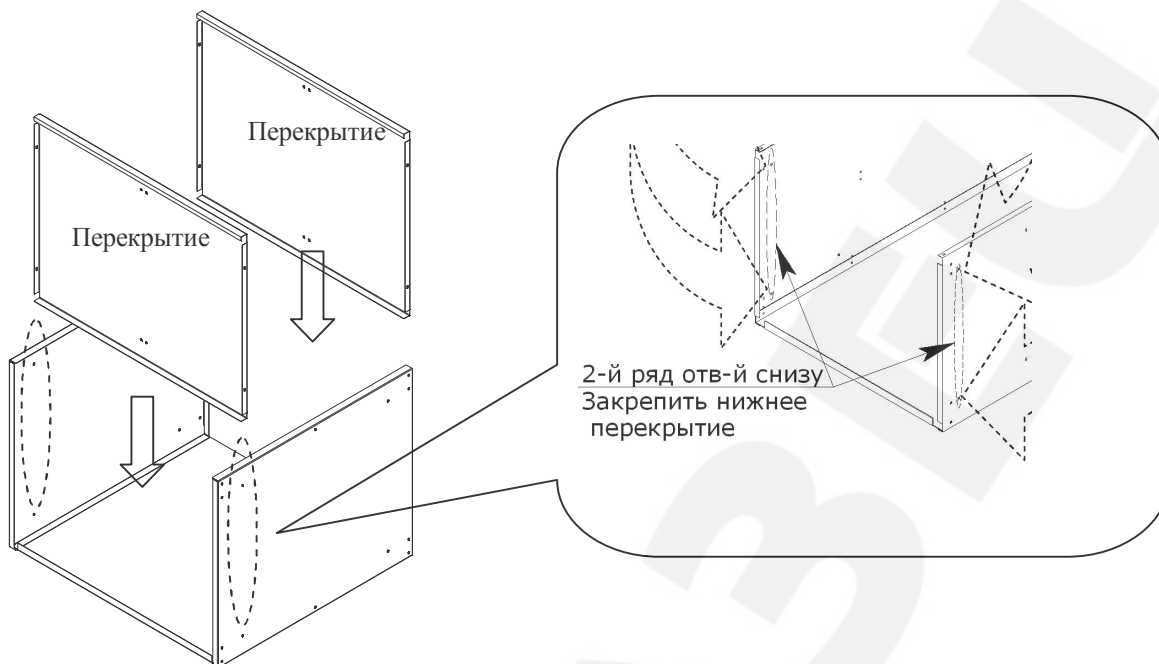

Рис.2
2.2. Установить перекрытия (рис.2). Двойной гиб перекрытий развернуть в сторону лицевой поверхности шкафа. Закрепить перекрытия на боковых стенках.